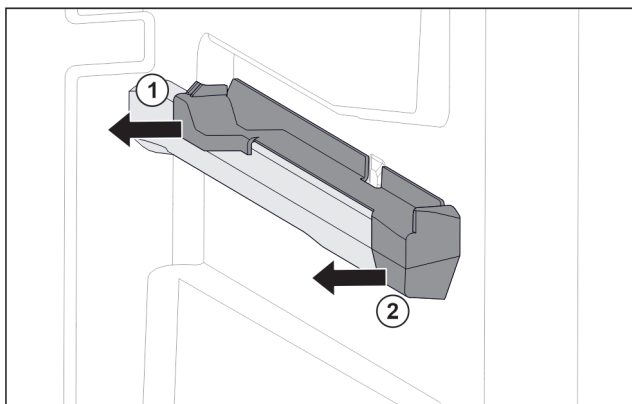

Fig. 73 Påsettingsdel på høyre beholderribbe
- ▶ Trekk av påsettingsdel bak til siden. Fig. 73 (1)
- ▶ Trekk av påsettingsdel foran til siden. Fig. 73 (2)